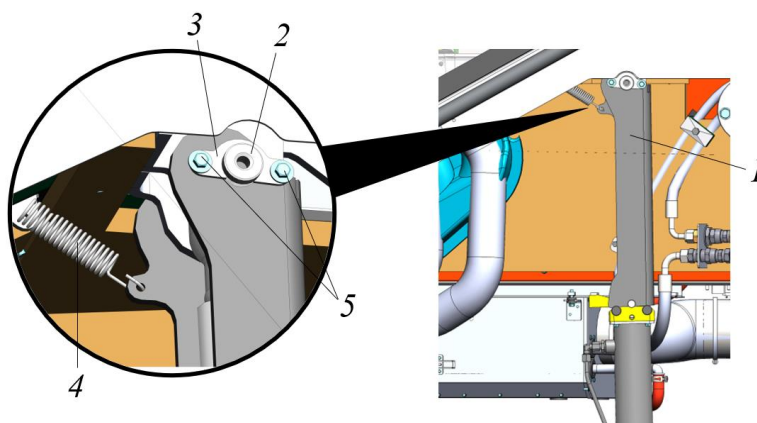

Рисунок 5.30. Демонтаж блокиратора гидроцилиндра подъема-опускания кабины
- ▶ Отцепить пружину 4 от кабины, рис. 5.30. С блокиратора 1 пружину 4 можно не снимать.
- ▶ Ключом  на 10 выкрутить крепеж 5, снять стопор 3, рис. 5.30.
проушины установить ось с блокиратором. Ось от продольных перемещений зафиксировать стопором с крепежом. Зацепить пружину на кабину, см. рис. 5.30.